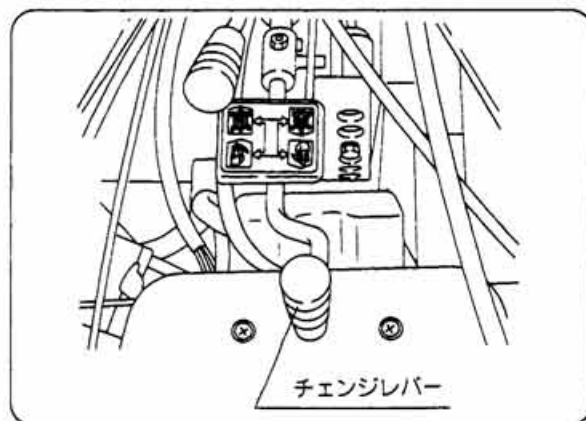

図17
①低速の【前進後進】（低速）のチェンジの切替は主クラッチを切らなくても切替操作ができます。（図17）